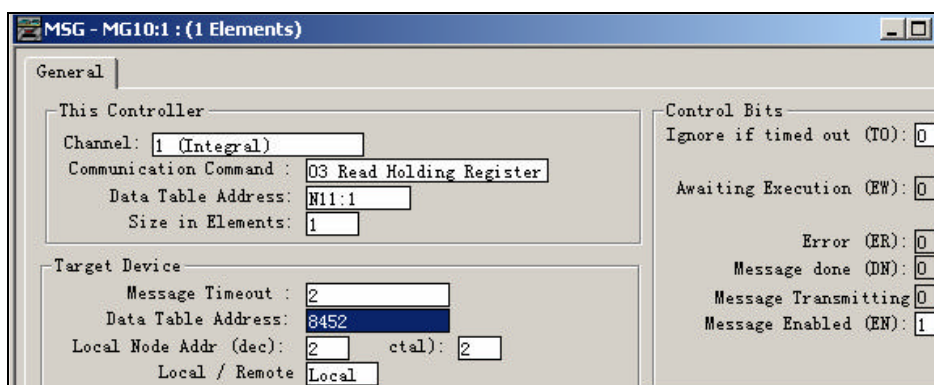

图 3-142 设置 Message 指令参数
(16) 设置 Message 指令的相应参数，如表 3-37 所示，相关设置如图 3-142 所示：